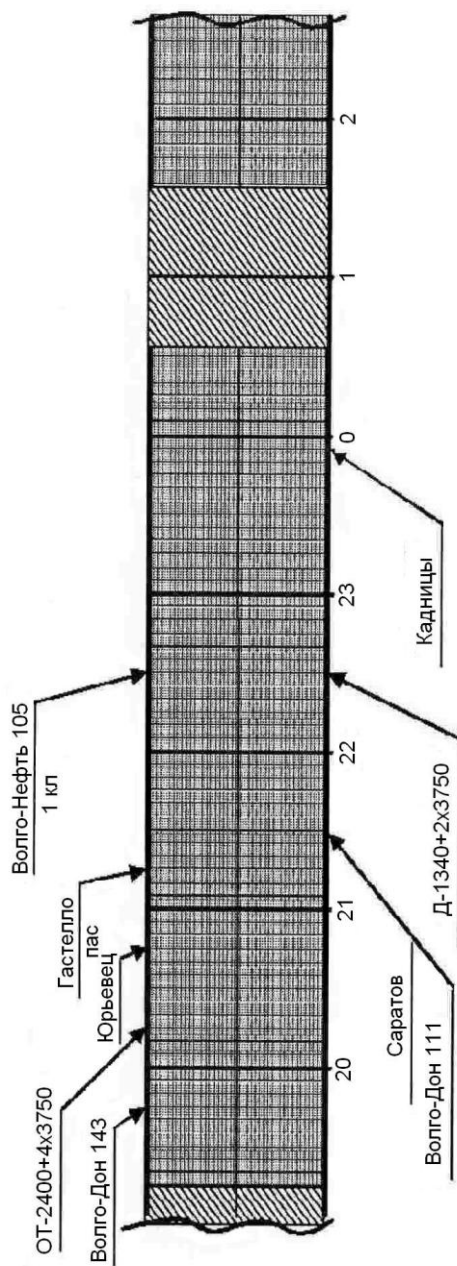

Рис. 3. Фрагмент прогноза прибытия судов к шлюзу
- рис. 3 – второй вариант плана (защита интересов судовладельца).
Пример оформления прогноза прибытия судов к шлюзу приведен на рис.3.